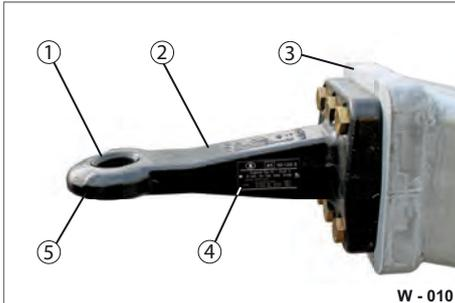
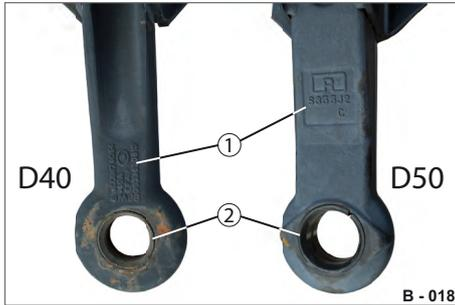

Abb. 10 Zugöse schmieren
Abb. 13 Zugösen schmieren / Verschleißprüfung
- ▶ Verschleiß-Buchse (Abb. 10/1) und die Zugöse (Abb. 10/2) mit einem sauberen, trockenen Lappen reinigen.
- ▶ Verschleiß-Buchse (Abb. 10/2) und den abgerundeten Bereich der Zugöse (Abb. 13/1) mit Langzeit-Hochdruckfett fetten.